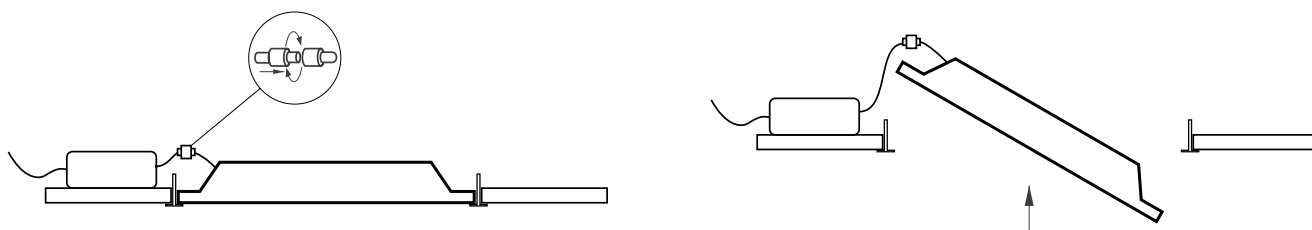

Рисунок 2. Установка и подключение светильника
- Установите светильник и блок питания в ячейку Т-профиля Армстронг, как показано на рис. 2. Не размещайте блок питания на задней поверхности светильника. Разместите его на соседней декоративной панели. Это снизит нагрев и продлит ресурс светильника.